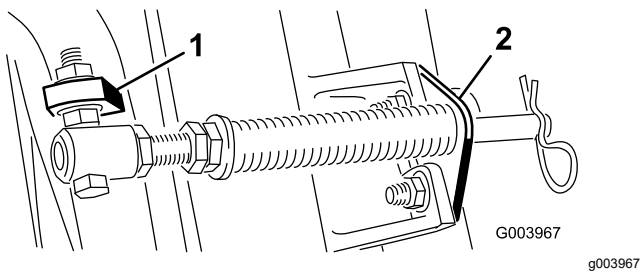
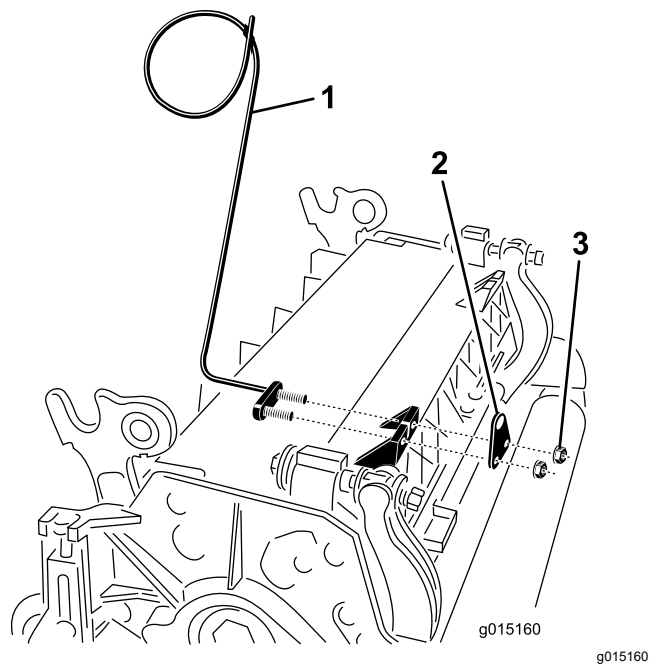

Figure 11
Figure 13
Remarque: La tête du boulon doit être à l'extérieur de la patte, comme montré à la Figure 11.
E. Montez le support de tige sur les pattes de l'unité de coupe à l'aide des boulons de carrosserie et des écrous (Figure 11). Sur l'unité de coupe, montez le guide-flexible gauche devant les pattes de l'unité quand vous reposez le support de tige (Figure 13).